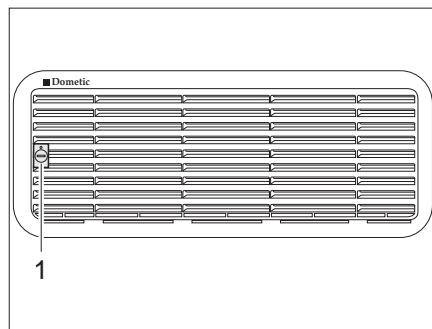
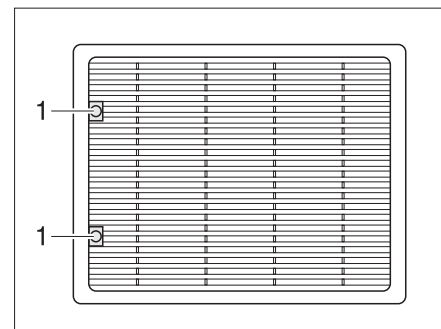

Bild 221 Kühlschrank-Lüftungsgitter (Dometic klein)
Bild 222 Kühlschrank-Lüftungsgitter (Dometic groß)
- Schraube (Bild 221,1 bzw. Bild 222,1) mit Hilfe einer Münze eine viertel Umdrehung drehen.